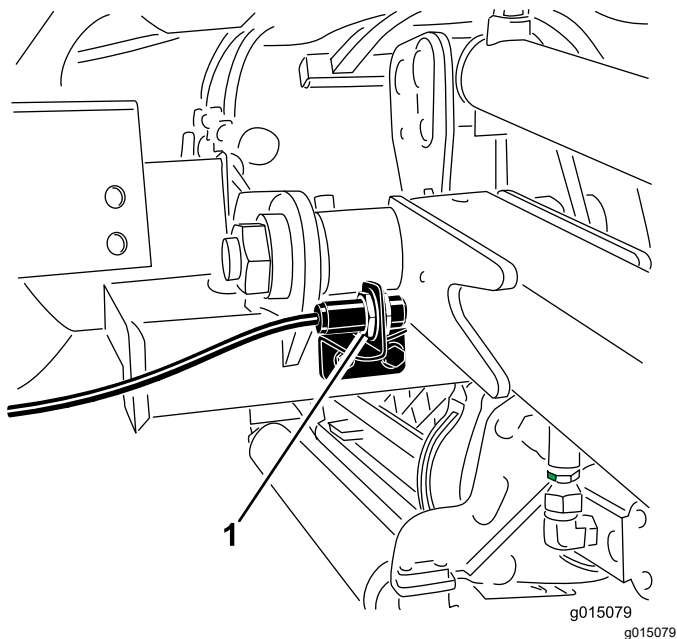

図 73
2. 昇降アームスイッチは、前右昇降アームの裏側にあります図 73。
3. スイッチの取り付けねじ 図 73 をゆるめ、スイッチの位置を上げると、昇降アームの旋回高さが高くなり、下げると、昇降アームの旋回高さが低くなる。